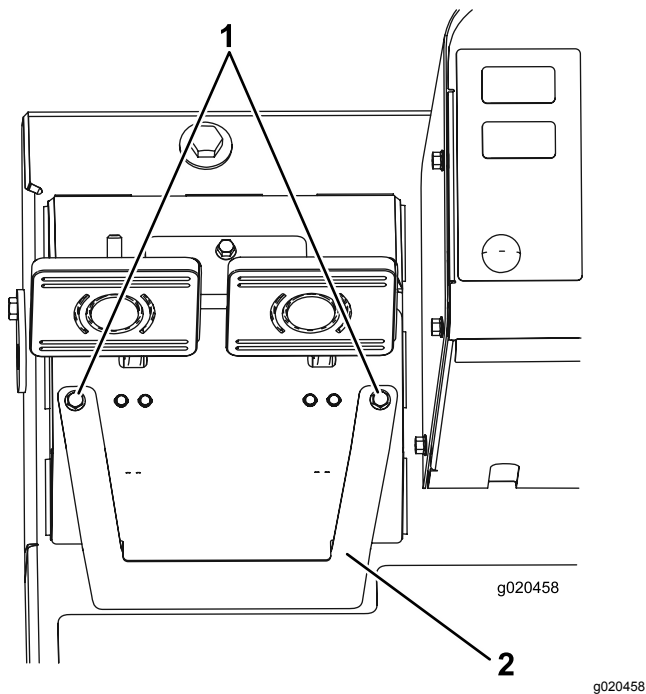

Рисунок 94
- А. Ослабьте 2 крепежных винта и снимите крышку регулировки тормоза (Рисунок 94).